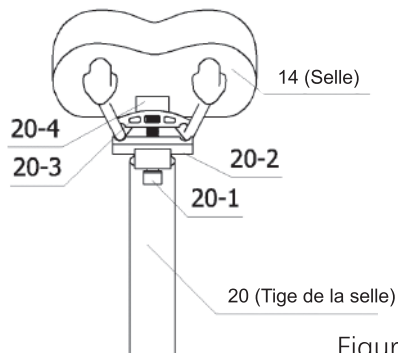
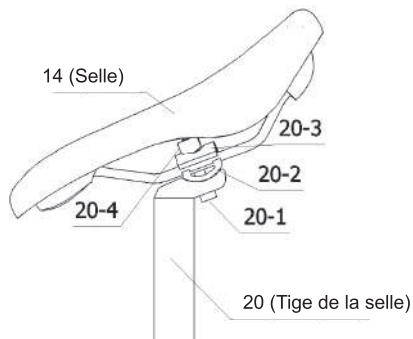

Figure 24-1.
Figure 24-2.
c. Faites pivoter les plaques de recouvrement 20-3 et 20-4 de manière à ce que le rail de guidage de la selle soit placé dans les fentes 20-2 et 20-3, puis serrez la vis 20-1 avec une clé Allen de 6 mm. Il n'est pas nécessaire de la serrer complètement, mais la vis ne doit pas tomber, comme le montrent la Figure 24-1 et la Figure 24-2.